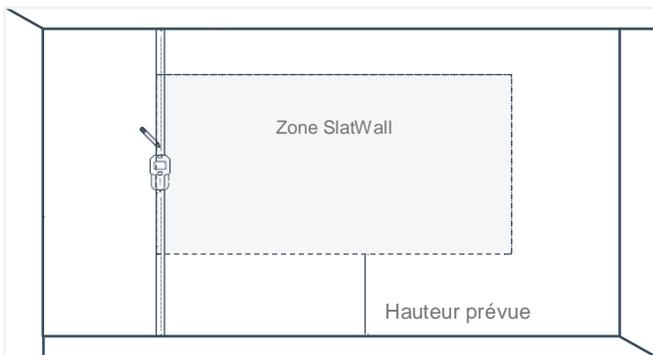

Fig. 22
1. Localisez et délimitez la zone dans laquelle les panneaux SlatWall seront installés. Utilisez un détecteur de montants pour trouver le premier montant qui servira de limite de la zone d'installation (Fig. 22).